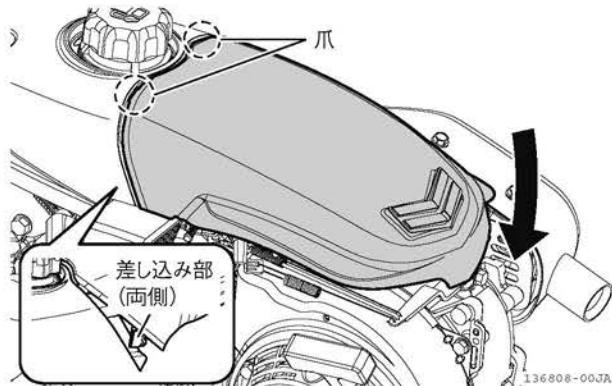

図 4-37 ポンネット
- ポンネットを取り付けるときは、上部2カ所の爪を燃料タンクカバーに差し込み、両側の差し込み部を燃料タンクカバーに合わせてポンネットを下ろします。(図 4-37)